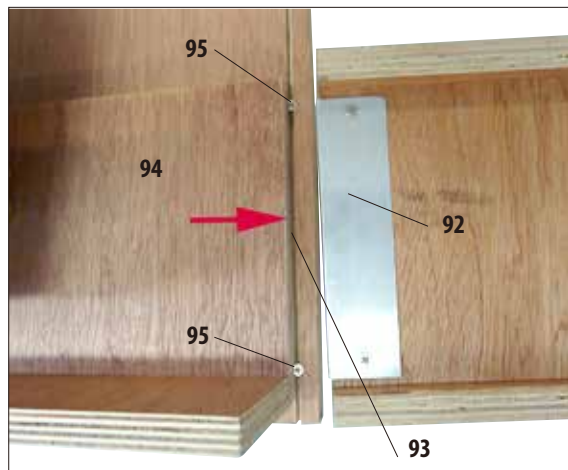

Fig. 9
- Agganciare tali rotaie a sinistra e a destra con la lamiera (92) nella scanalatura (93) all'interno del bancale, in modo che le stesse siano a filo con la tavola (94) sulla quale si trova lo strumento (fig. 9).